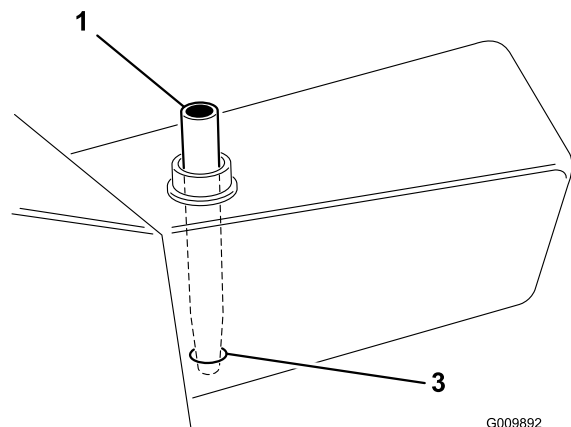

Figura 60
2. Si sólo se va a cambiar el filtro, retire el tapón del depósito e inserte el tapón del depósito (Figura 60) para tapar la salida. De esta forma se retendrá la mayor parte del aceite en el depósito al retirar el filtro.